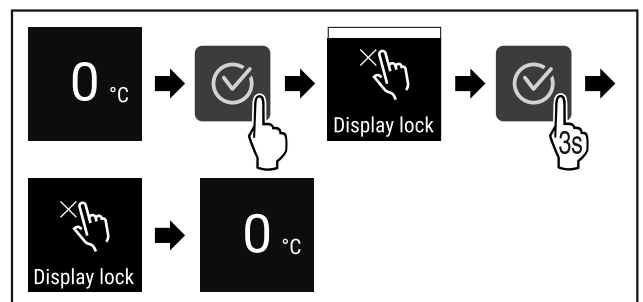

Fig. 68
- ▶ Udfør handlingstrinene (se Fig. 68) .